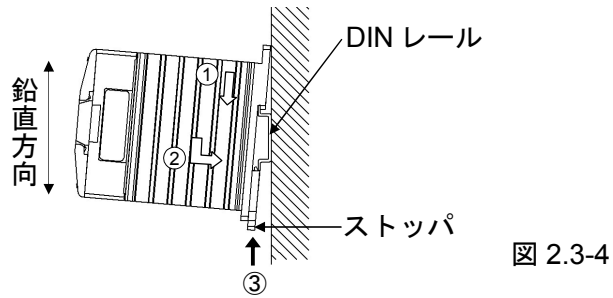

図 2.3-4
DIN レールに引っ掛け(①), 取り付けてください(②)。ストップを上げてください(③)。(図 2.3-4)